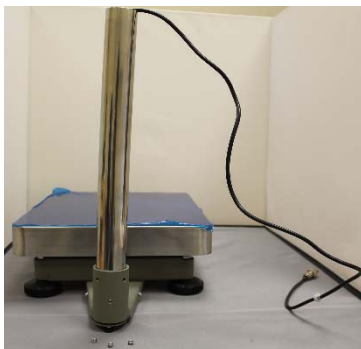

Abb.3
- Drehen Sie die Wägebücke wieder um. Führen Sie das Kabel der Wägezelle durch das Stativ. Setzen Sie das Stativ nun in die untere Stativhalterung, und fixieren Sie es mit den 3. (Abb.3)